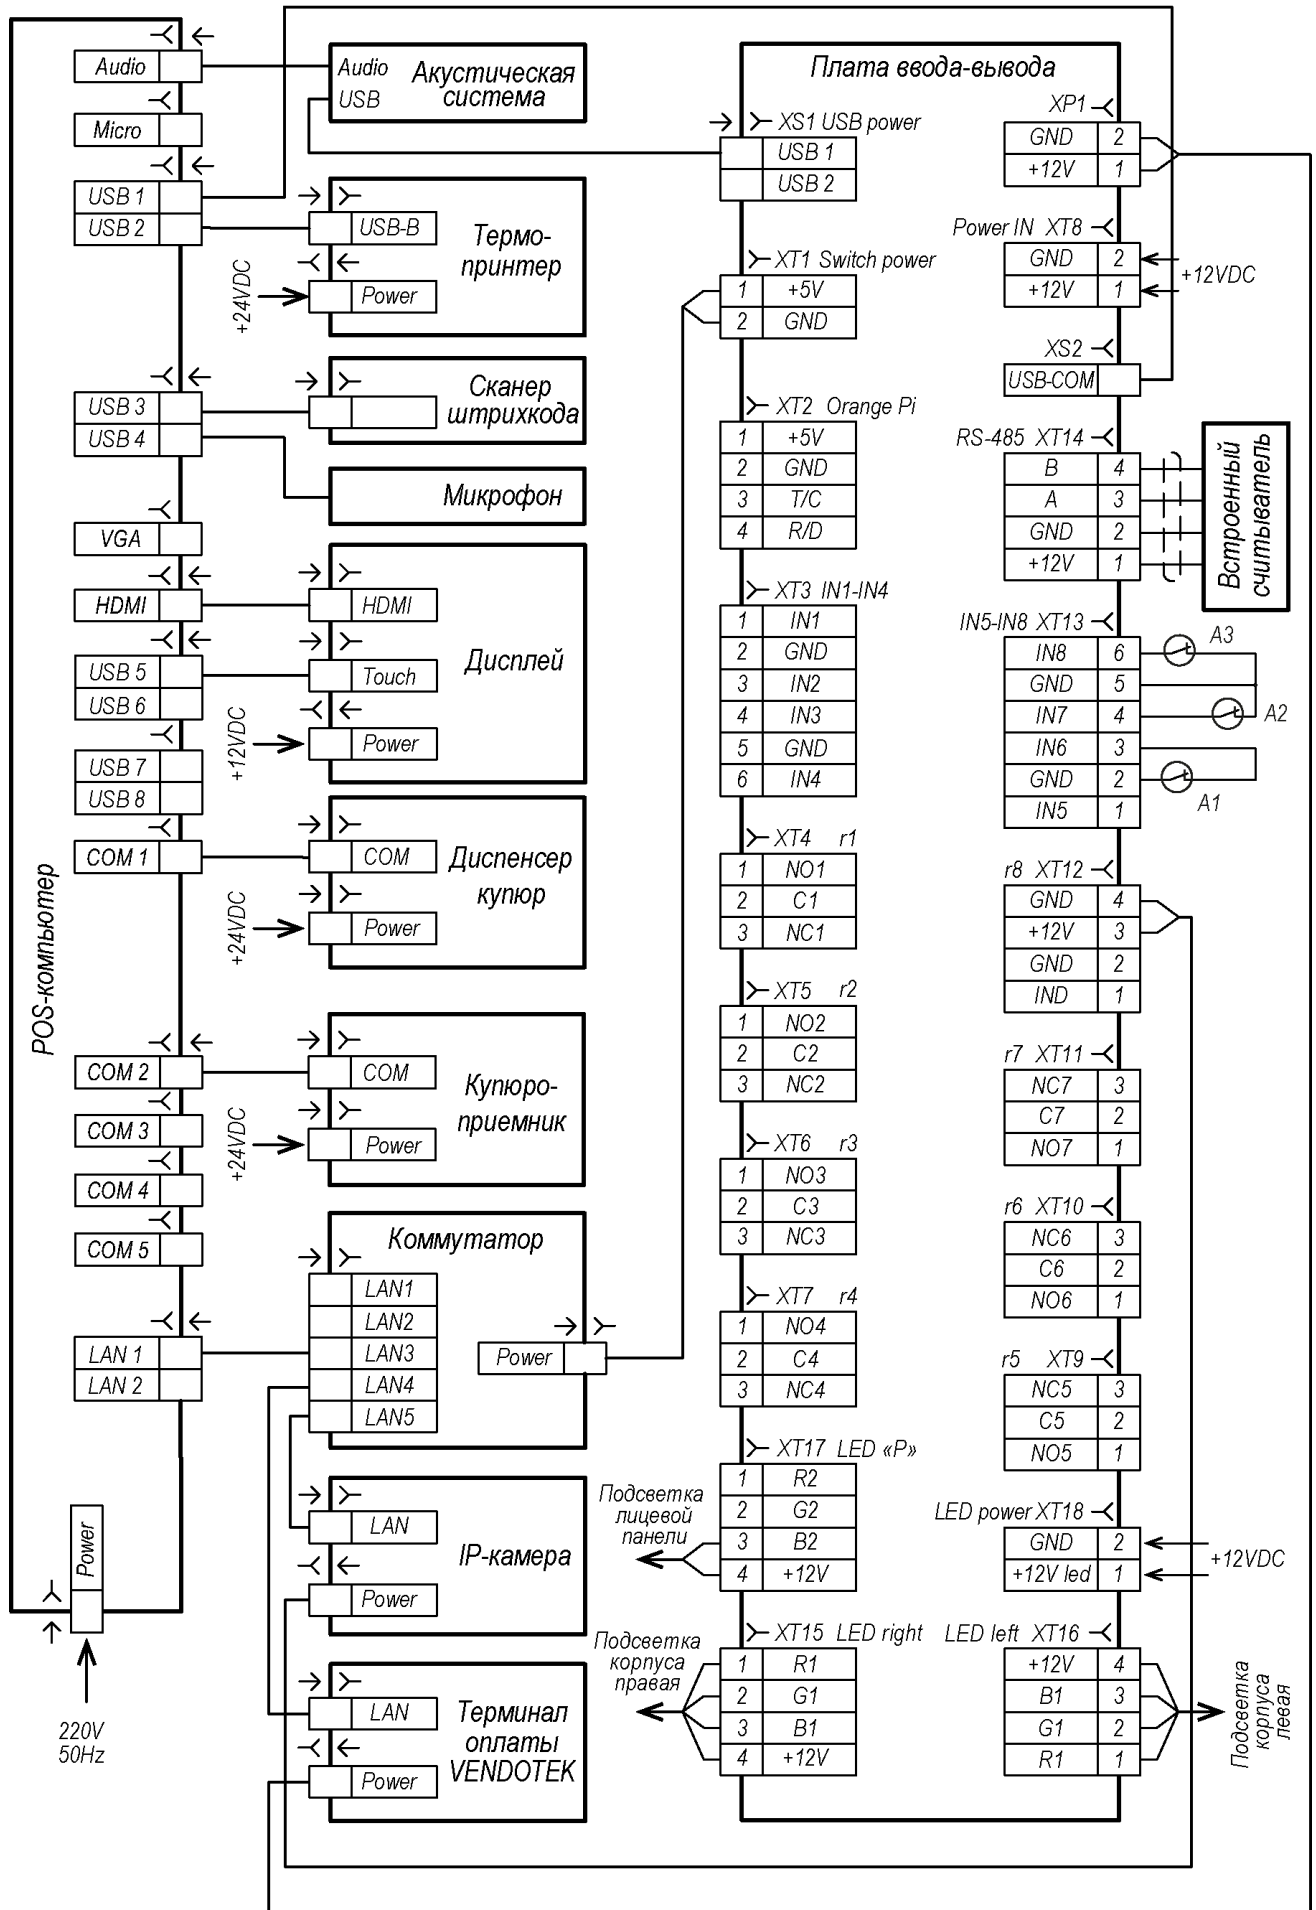

Рисунок 5. Схема подключения POS-компьютера и платы ввода-вывода
Внутри паркомата установлен POS-компьютер, к которому через разъем **XS2** подключается плата ввода-вывода. Схема разъемов POS-компьютера и платы ввода-вывода представлена на рис. 5. Описание разъемов POS-компьютера и контактов клеммных колодок платы ввода-вывода приведено в табл. 1.
Содержание монтажных операций дано с учетом рекомендаций, приведенных в разд. 8.1. Оборудование и инструменты, необходимые при монтаже, перечислены в разд. 8.2. Номера позиций указаны в соответствии с рис. 1, 2, 3, 4. Расположение клеммных колодок на плате ввода-вывода (26) паркомата и схема подключения показаны на рис. 5, назначение контактов